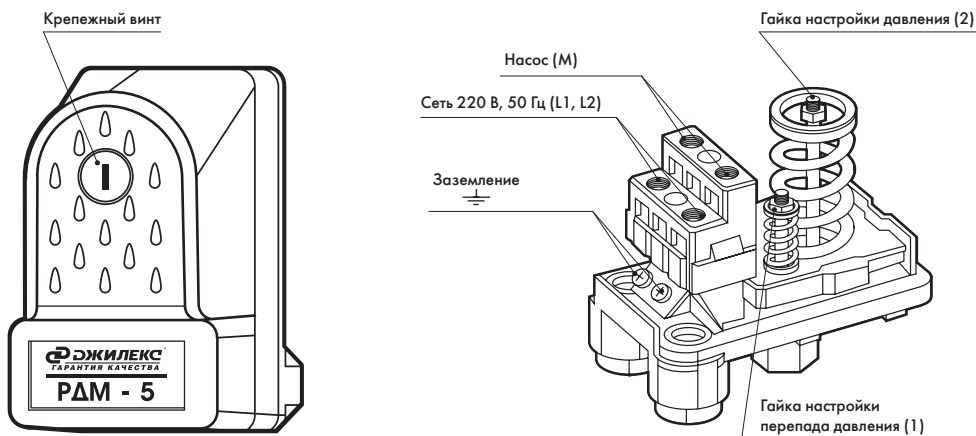

Рисунок 7
- отвинтив крепежный пластмассовый винт (рисунок 7), снять крышку реле. Регулировка верхнего и нижнего предела давления РДМ-5 осуществляется гайкой (2), фиксирующей положение пружины (рисунок 7). Чтобы увеличить значение верхнего и нижнего предела давления, необходимо закручивать гайку по часовой стрелке.